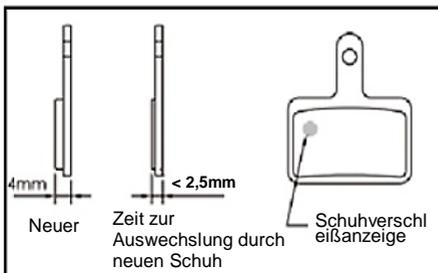

Abb. I-1 Verschlissene Bremschuhe identifizieren
⚠ Achtung: Der Bremsschuh sollte ersetzt werden, wenn die Gesamtdicke weniger als 2,5 mm beträgt (Reibungsmaterial und Metallplatte) oder die Schuhverschleißanzeige erscheint. **(Abb. I-1)**
- Prüfen Sie die Dicke des Bremschuhs – die Gesamtdicke muss über den empfohlenen Werten liegen (**Abb. I-1**).